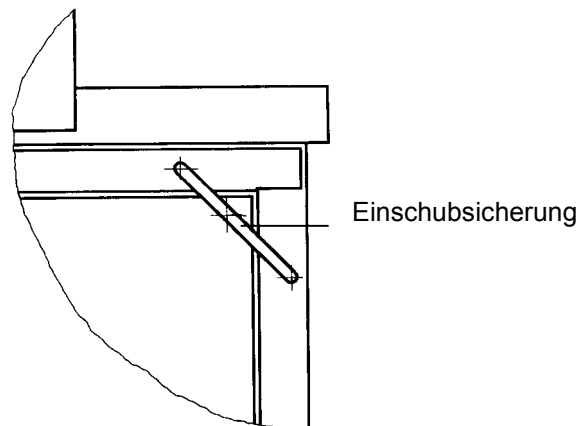

Abb. 6 Auschnitt Prüfstand - Rückansicht
- Lösen Sie die Einschubsicherung (↓ siehe Abb. 6).